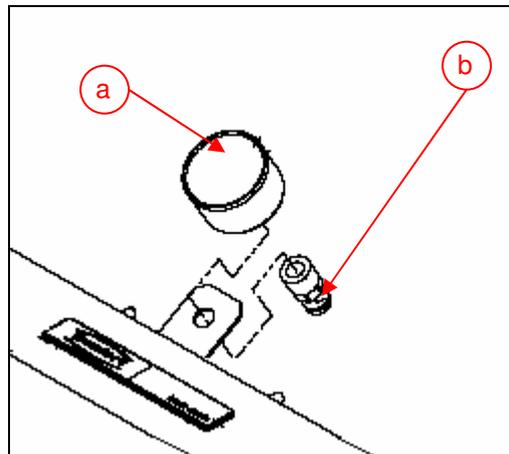

Abb. 3 Manometer
- Druckluftschlauch aus der Push-in Verschraubung (Abb. 3 b) herausziehen.
- Die Push-in Verschraubung (Abb. 3 b) lösen und das Manometer nach oben aus dem Gehäuse entfernen.
- Die Push-in Verschraubung (Abb. 3 b) aufschrauben. Auf Gewinde-Verschraubung Loctite 242 zum Abdichten auftragen.
- Druckluftschlauch in die Push-in Verschraubung (Abb. 3 b) bis zum Anschlag einstecken.